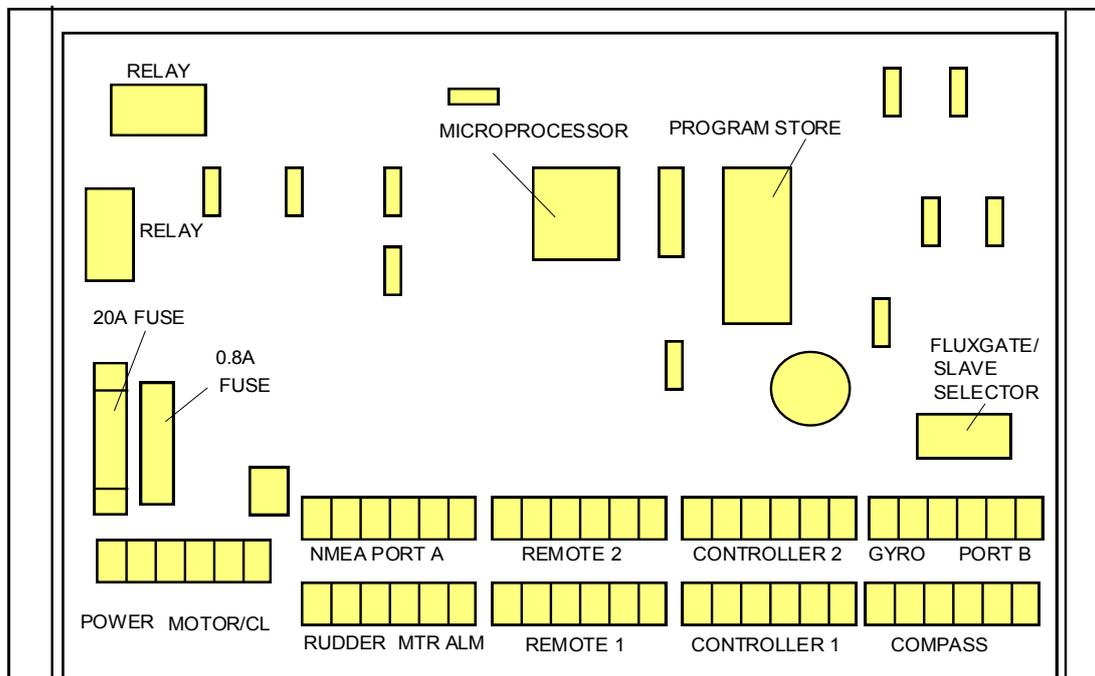

Figura 3.1 Disposizione dei componenti e dei contatti per la junction box TM 81.01
La Junction Box può essere montata su una superficie verticale, con le uscite dei cavi in basso. Deve essere al riparo delle intemperie e dall'acqua di sentina. É consigliato non installarla in prossimità dei motori o di altre fonti di calore; i collegamenti devono essere facilmente accessibili e occorre lasciare almeno 50 cm di spazio in tutti i lati, in modo da facilitare la circolazione dell'aria e lo raffreddamento (il case in metallo funge da dissipatore per i componenti elettronici). Prima di eseguire i collegamenti elettrici, occorre staccare l'alimentazione alla junction box. Tutti i contatti sono realizzati per essere rimovibili, a parte quelli dell'alimentazione e del motore. La figura 3.1 mostra la disposizione dei componenti e dei contatti della junction box TM 81.01.
6. Collegare la pompa utilizzando un cavo di alimentazione abbondante (20 ampere, ad esempio) alla junction box. (figura 3.1 o 3.2).